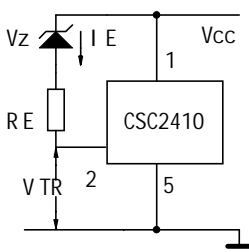

图7
(4) 如图 7 所示，使用齐纳二极管可以改变起振电压 V_{INIT} 。 V_{INIT} 由下式决定：